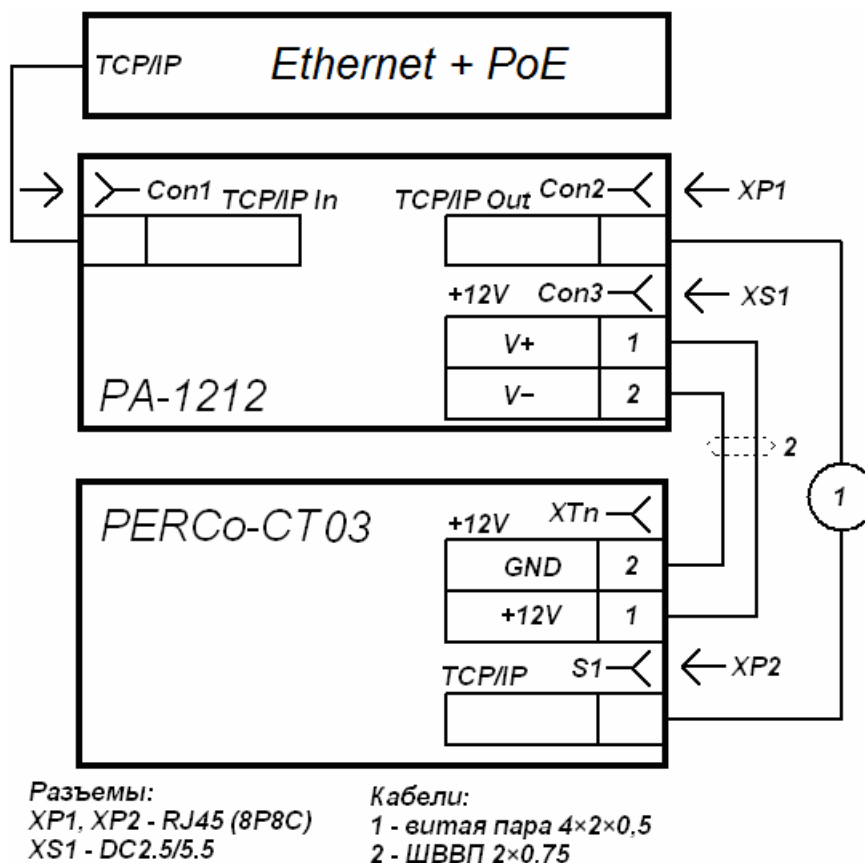

Рисунок 16. Схема подключения контроллера ЭП.
3. Подключите цепь питания контроллера ЭП к разъему **Con3** сплиттера, расположенному на стороне, обозначенной как «OUT». Схема подключения приведена на рис.16 (штекер для подключения к разъему входит в комплект поставки сплиттера).